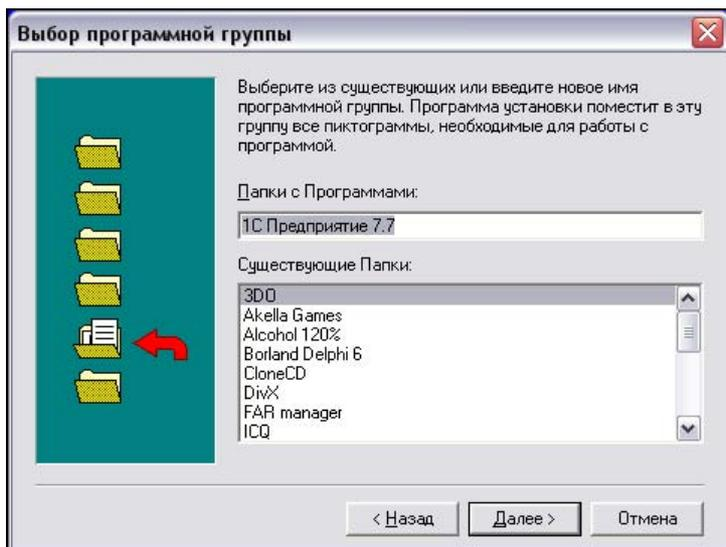

Рис. 1.7. Окно Выбор программной группы
10. Затем будет предложено выбрать местонахождение программной группы в Главном меню (рис. 1.7). Здесь можно все оставить как есть, нажав кнопку **Далее**.